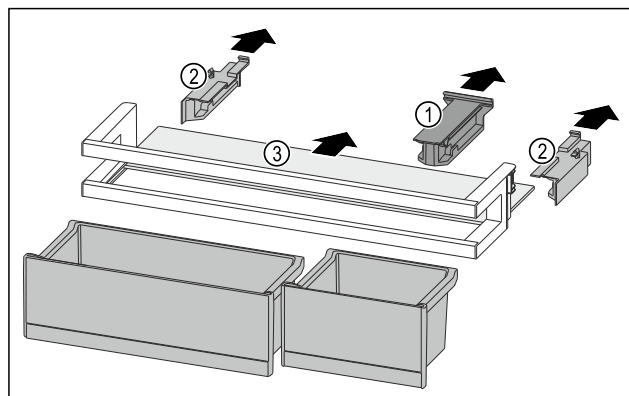

Fig. 202
- Držák Fig. 202 (1) stáhněte.
- Boční díly Fig. 202 (2) stáhněte.
- Odkládací plochu Fig. 202 (3) odeberte.